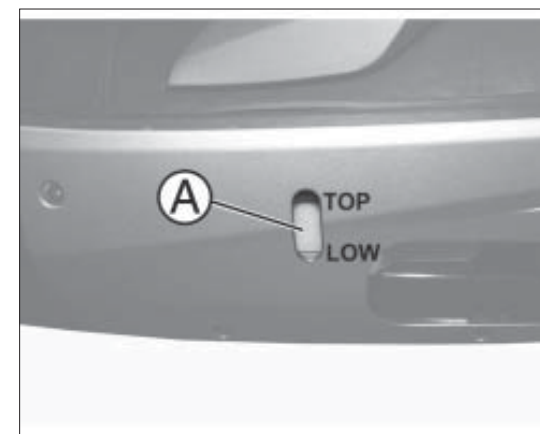

fig. 4
- controllare attraverso l'apposito foro d'ispezione fig. 4, sotto la pedana poggia piede, che il liquido si trovi al livello corretto indicato dal riferimento Top.